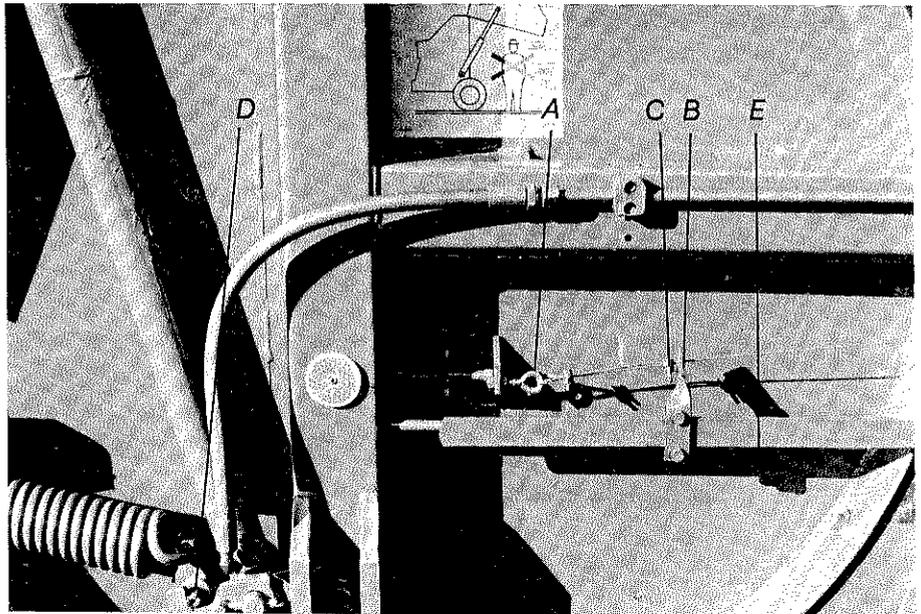

Abb. 16
Mit der Ösenschraube A in Abb. 16 kann der Zeiger an der Preßdruckanzeige eingestellt werden. Der Zeiger soll mittig entsprechend Abb. 23 auf Seite 16 auf das Feld „Start“ stehen.
Das Anlagestück B, Abb. 16, dient zur Anzeige der ordnungsgemäßen Verriegelung der Preßkammer und zwar geht der Zeiger der Preßdruckanzeige erst dann in die Stellung „Start“ zurück, wenn der Verschluss-haken D richtig eingerastet ist.
Der Abstand zwischen Seilklemme C und Anlagestück B, Abb. 16, soll ca. 2 mm betragen.
5. Verriegelungshaken D und Gestänge E (Abb. 16 Seite 15) auf Gängigkeit prüfen, gegebenenfalls gängig machen und ölen.